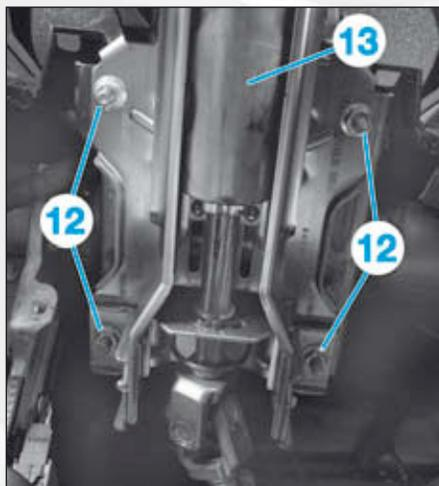

FIG.17
- les écrous (12) (Fig.17),
- la colonne de direction (13)